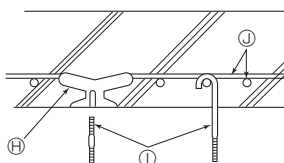

Abb. 2-5
② Stahlbetonbauweise (Abb. 2-5)